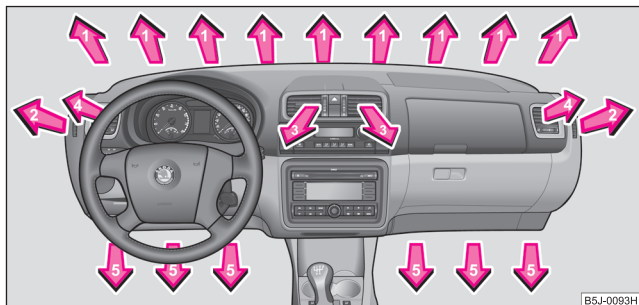

Abb. 86 Luftaustrittsdüsen
- Stellen Sie die Luftaustrittsdüsen **3** und **4** so, dass der Luftstrom leicht nach oben gerichtet ist ⇒ Seite 106, Abb. 86.
- Stellen Sie die Luftaustrittsdüsen ③ und ④ ⇒ Seite 106, Abb. 86 so, dass der Luftstrom leicht nach oben gerichtet ist.
Sie können die Luftverteilung zu den Luftaustrittsdüsen über die Tasten des Bedienteils der Climatronic regeln ⇒ Seite 103. Die Luftaustrittsdüsen **3** und **4** ⇒ Abb. 86 können einzeln geschlossen und geöffnet werden. ■